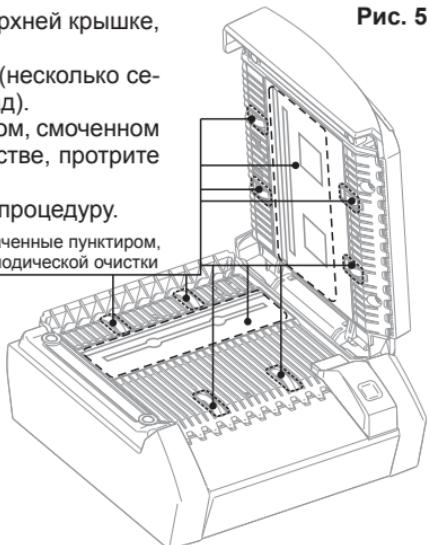

Рис. 5
1. Откройте верхнюю крышку детектора и протрите сухой чистой безворсовой салфеткой тракт, световод, сканер и другие датчики, указанные на Рис. 5